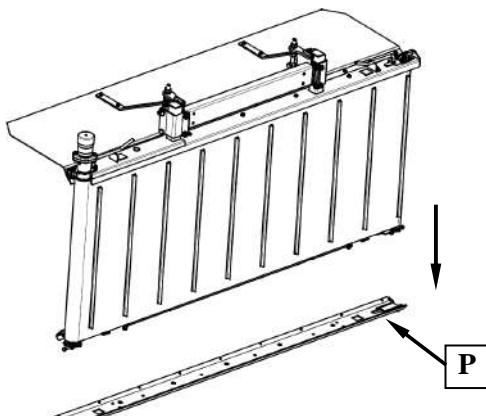
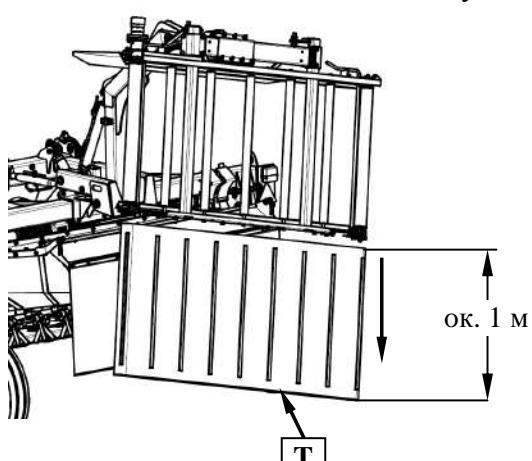

Рис. 40
Рис. 41
2. Демонтировать передний пояс в нижней части транспортера Р (Рис. 40). Стянуть ленту Т вниз (Рис. 41).